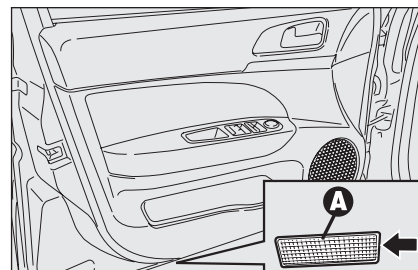
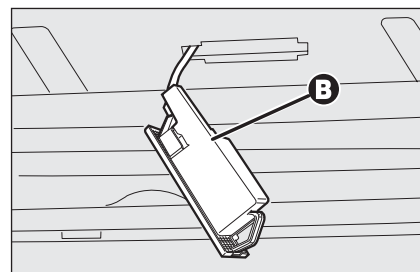

fig. 54
fig. 55
- ouvrir la porte et enlever le transparent **A-fig. 54** en faisant levier sur le point indiqué par la flèche;
- soulever la protection **B-fig. 55** et remplacer l'ampoule engagée à pression;
- refermer la protection **B-fig. 55** sur le plafonnier **A-fig. 54;**